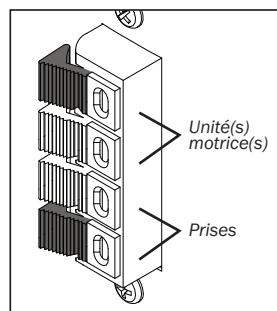

FIGURE 7
- Connexions bas voltage: le Wave comprend 4 bornes bas voltage. Connecter les fils bas voltage de prises d'aspirations aux deux bornes bas voltage du BAS et les fils bas voltage de la/les unité(s) motrice(s) aux deux bornes du haut (figure 7).